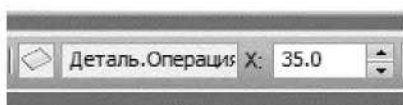

Рисунок 3.68. Простановка расстояния от первой грани
6.2 В поле **Координата X** введите значение 35 мм (рисунок 3.68).